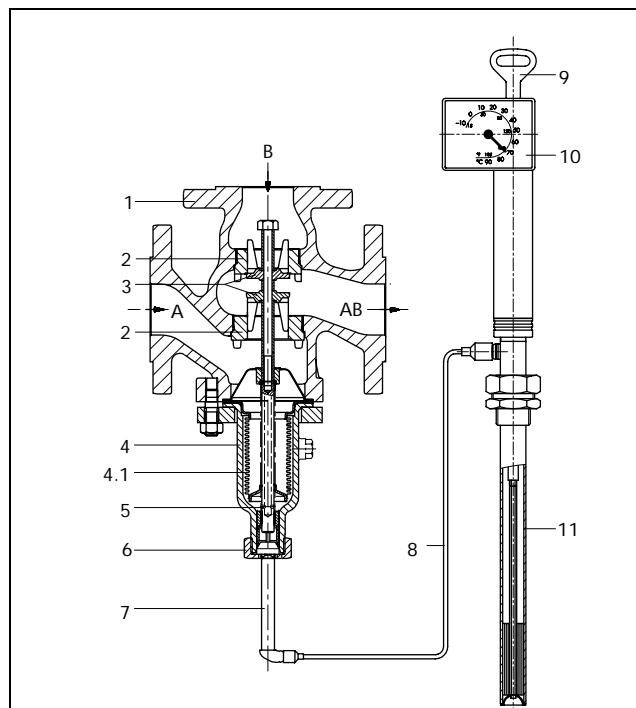

Bild 3 · Temperaturregler mit Dreibegeventil Typ 9 (DN 50) und Regelthermostat Typ 2231, Dreibegeventil mit Kegelanordnung I, Pfeilrichtungen für Mischbetrieb
Bei Mischventilen (nach Bild 3 mit Kegelanordnung I) werden die zu mischenden Medien bei A und B zugeführt. Der Gesamtstrom fließt bei AB ab. Der Durchfluß von A oder B nach AB ist von der freigegebenen Fläche zwischen den Sitzen (2) und den Kegeln (3) und damit von der Stellung der Kegelstange (5) abhängig. Bei steigender Temperatur wird Anschluß A geöffnet und Anschluß B geschlossen.